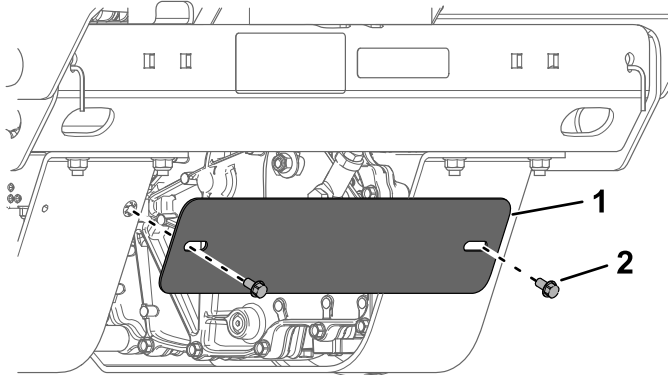

Bild 63
4. Entfernen Sie die beiden Schrauben und die Schutzplatte Bild 63).
9. Bauen Sie die Schutzplatte an (Bild 63).